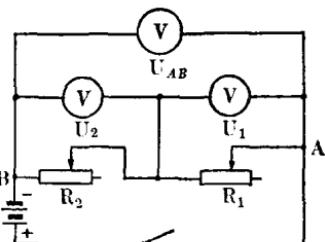

图 1-10
2. 串联电路的电压：把三只测量电压的伏特计照图 1-10 连接在电路里，接通开关，从三只伏特计的读数知道，AB 两端的电压 U_{AB} ，等于 R_1 两端的电压 U_1 与 R_2